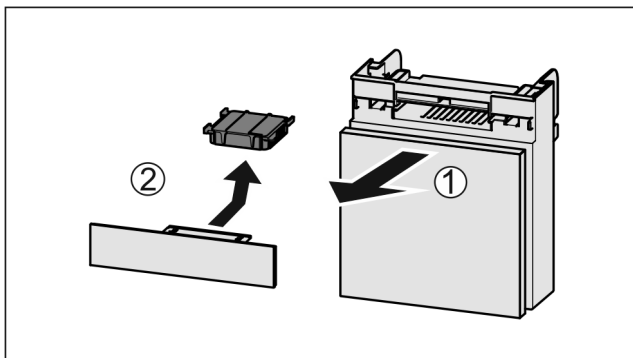

Fig. 170
- Estrarre il vano tirando in avanti Fig. 170 (1).
- Rimuovere il filtro a carboni attivi Fig. 170 (2).